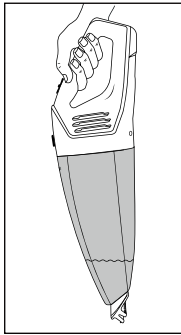

Fig. 3
- ▶ Hvis du har suget væske op, skal produktet altid bæres med vådmundstykket **1** nedad (se fig. 3):